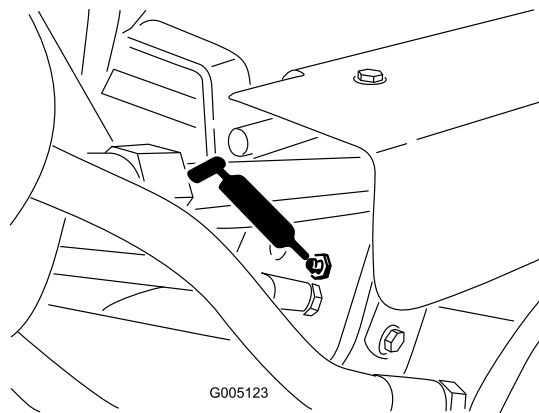

**Figura 36**
- Asse della forcella dello sterzo (1) (Figura 36)
- Estremità dell'asta del cilindro sterzante (Figura 36)